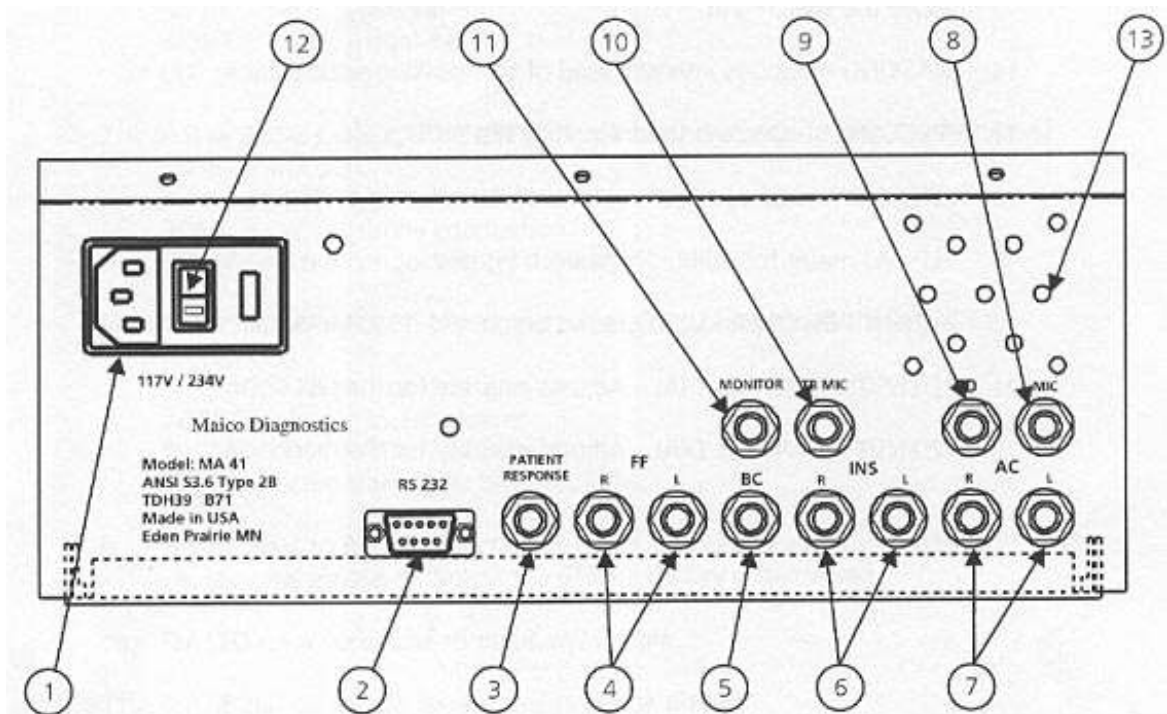

Рисунок 2
Установите выключатель питания в положение “Включено” (ON) (рис. 2). Для обеспечения точности показаний прибора, перед началом обследования аудиометру необходимо прогреться в течение 5-10 минут.